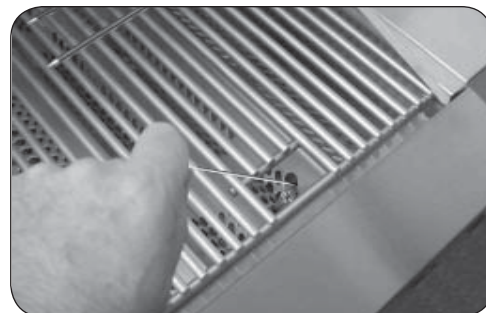

Fig. 20-3 - MAllumage manuel
2. Insérez soit un brûlant long baril briquet au butane, un match à longue tige de brûlure, ou une allumette en feu détenues par un titulaire d'extension de fil (Fig. 20-2) À travers les grilles de cuisson du brûleur (Fig. 20-3). Pour backburners, maintenez la flamme contre le matériau perforé de la veilleuse.
4. Si le brûleur ne se allume pas dans les cinq (5) secondes de tourner le bouton de commande, enfoncez immédiatement le bouton et tournez la valve à AU LOIN. ATTENDEZ CINQ (5) MINUTES avant de répéter les étapes 2 à 4 des instructions manuelles d'éclairage.